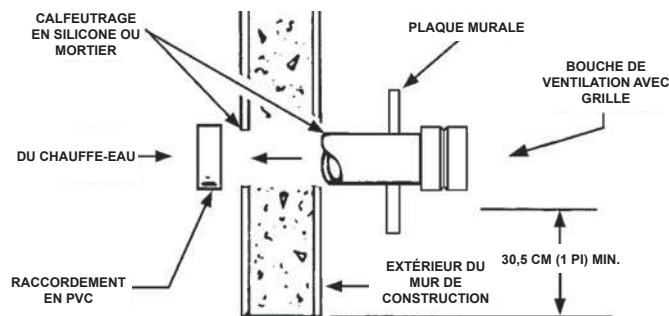
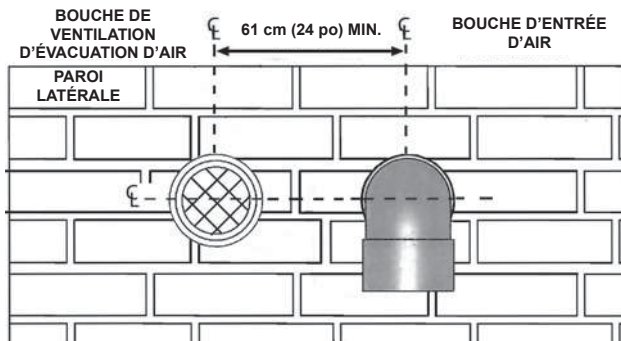

Figure 8 : TERMINAISON DE VENTILATION
Figure 9A
2. Terminaison à travers le mur - terminaison de ventilation horizontale directement à travers un mur extérieur, voir Figure 8 à la page 24.
La première étape est de déterminer où le tuyau de ventilation se terminera. Voir Figure 8, Figure 9A et Figure 10. L'évent pourrait se terminer à travers une paroi latérale tel qu'illustré à la Figure 8, Figure 9A et Figure 10 ou à travers le toit tel qu'illustré à la Figure 13, Figure 14 et Figure 15.
Les instructions concernant une installation appropriée à travers une paroi latérale sont fournies à la Figure 8, Figure 9A et Figure 10.
Couper une longueur de tuyau d'environ 8,9 cm (3,5 po) plus long que l'épaisseur du mur à l'ouverture. Coller la bouche de ventilation à cette section du tuyau. Glisser la plaque murale par-dessus le tuyau pour qu'elle s'arrête contre la bouche de ventilation. Placer un cordon de calfeutrage (non fourni) autour de l'espace entre le tuyau et la plaque-couvercle. En mettre suffisamment pour combler un peu de l'espace entre le tuyau et la paroi. Placer une quantité du calfeutrage sur l'arrière de la plaque pour la tenir contre le mur après l'installation. Si le tuyau de ventilation est installé pour arriver jusqu'au mur, avec un accouplement sur l'extrémité contre l'ouverture du mur, le tuyau avec la bouche de ventilation peut être préparé pour être collé avant de l'insérer à travers le mur. Glisser le tuyau à travers le mur et l'insérer dans l'accouplement sur l'autre côté du mur, en s'assurant que la bouche de ventilation finit par pointer dans la bonne position, voir la Figure 8.
6. Si le tuyau d'admission d'air est installé pour arriver jusqu'au mur, avec un accouplement sur l'extrémité contre l'ouverture du mur, le tuyau avec la bouche d'admission d'air peut être préparé pour être collé avant de l'insérer à travers le mur. Glisser le tuyau à travers le mur et l'insérer dans l'accouplement sur l'autre côté du mur, en s'assurant que la bouche d'admission d'air finisse pointée dans la bonne position (Figure 9A et Figure 10).